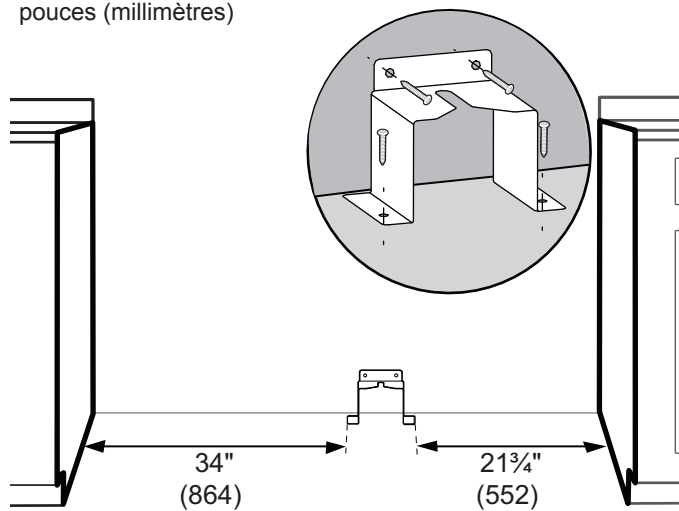

Figure 9 : Mise en place de la patte antibasculante
- Placez l'équerre de fixation sur le sol dans la position illustrée à la *Figure 9*. Fixez au sol et au poteau mural à l'aide des (4) vis Phillips de 1 ½ po (38 mm) fournies.